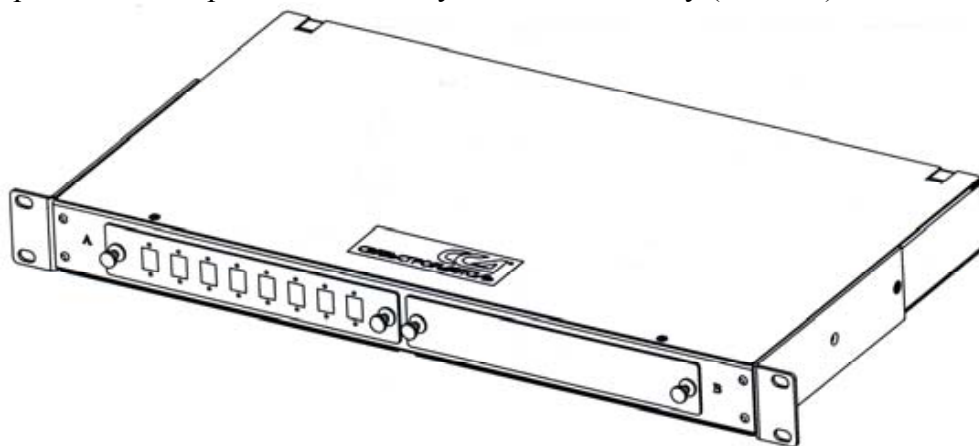

Рис. 2.1. Шкаф ШКОС
2.1.2. Конструкция шкафа ШКОС состоит из трех основных деталей: металлических корпуса, крышки и 2-х кронштейнов для установки в стойку (Рис. 2.1).